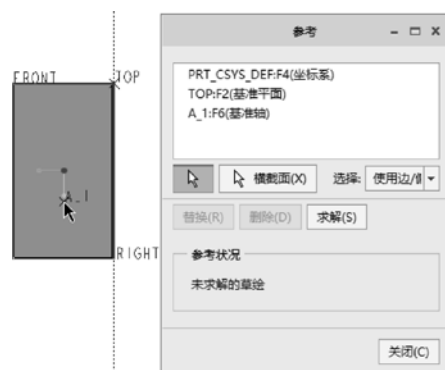
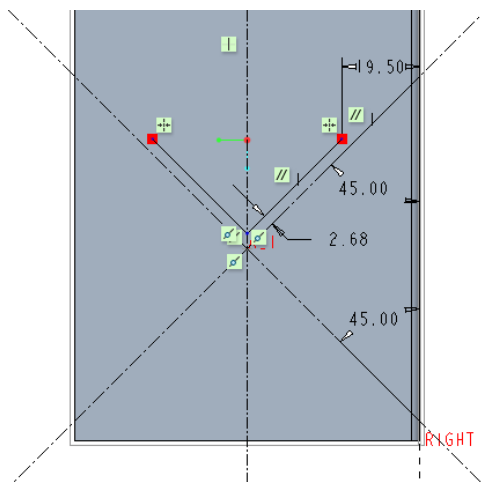

图 6-65 选择基准轴作为参考
图 6-66 绘制中心线和辅助构造线
(3) 从“草绘”选项卡的“设置”组中单击  (参考) 按钮，弹出“参考”对话框，增加选择 A_1 基准轴作为参考，如图 6-65 所示，单击“关闭”按钮。接着绘制图 6-66 所示的中心线和实线，然后选择所绘制的两段实线，选择“操作”→“切换构造”命令将它们转换为构造线。